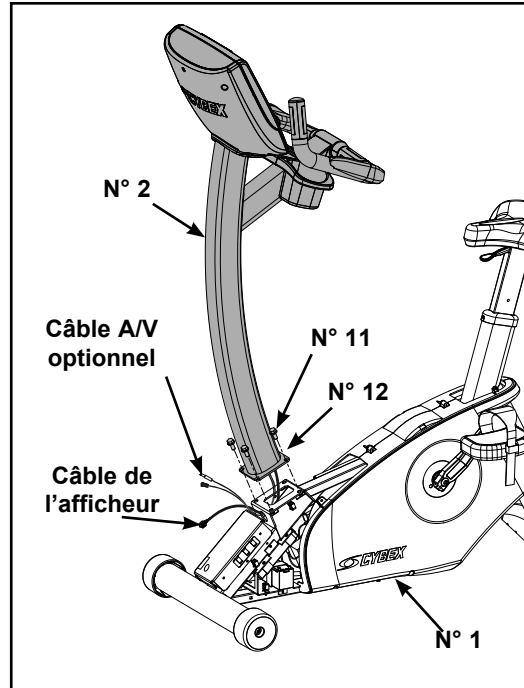

Figure 2
- A. Repérez l'assemblage de la console (n° 2), les quatre vis de montage 5/16-18 x 0,75 po (n° 11). Reportez-vous à la figure 2.
- C. Enfilez avec précaution le câble de l'afficheur et le câble A/V dans le châssis, tel qu'illustré à la figure 2.
- D. lacez l'assemblage de la console (n° 2) dans la position adéquate sur l'assemblage de la base (n° 1) en le glissant en place sur les deux vis de montage 5/16-18 X 0,75 (n° 11). Reportez-vous à la figure 2.
- E. Enfilez à la main les deux autres vis de montage 5/16-18 x 0,75 po (n° 11). Reportez-vous à la figure 2.